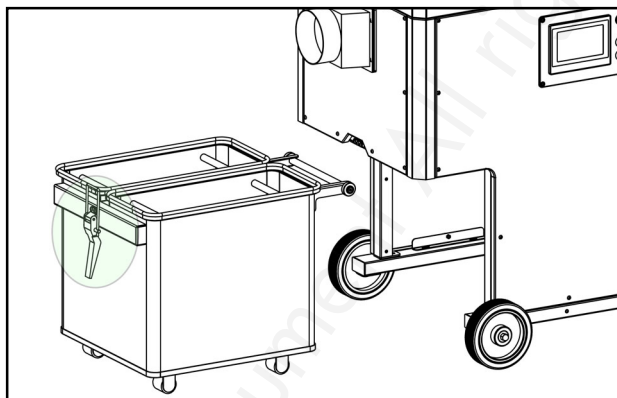

Figure 13
Comme indiqué sur la figure 13, relâchez la poignée et sortez le bac à poussière. Après avoir vidé le bac, repoussez le bac dans le fond de l'armoire et verrouillez la poignée.
6.1 Nettoyage du bac à poussière (figure 13)